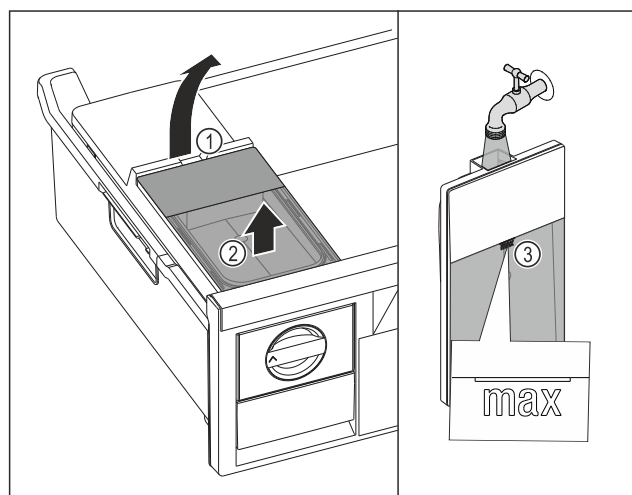

Fig. 76
- Lyft vattenbehållaren i fördjupningen Fig. 76 (1).
- Ta ut vattenbehållaren uppåt. Fig. 76 (2)
- Fyll vattenbehållaren med dricksvatten upp till markeringen Fig. 76 (3).